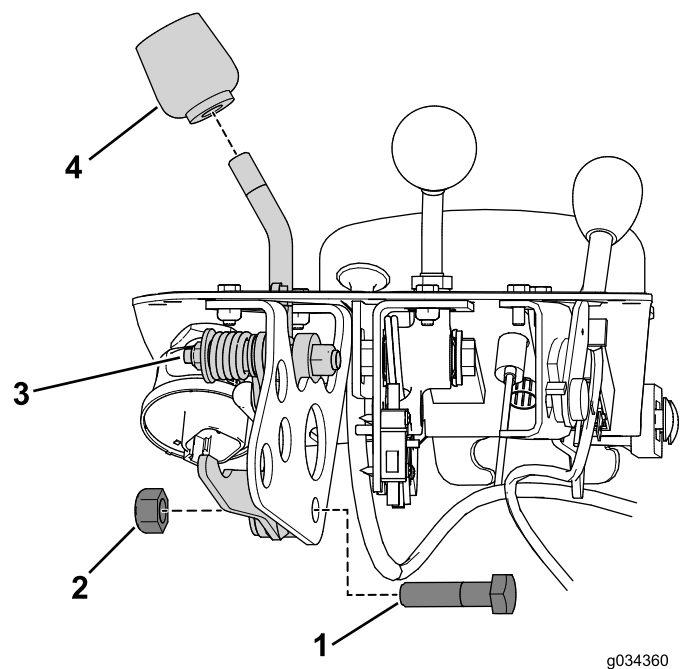

图8
6. 卸下功能杆上的旋钮（图8）。
- 卸下将功能杆总成固定到功能杆支架的螺栓和螺母（图8）。